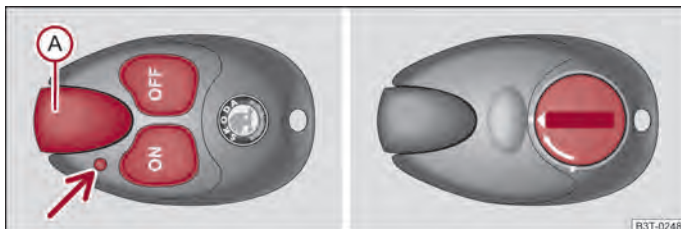

Fig. 97 Încălzirea suplimentară: Telecomanda radio/parte de jos a telecomenzii radio cu capac pentru baterie
Distanța eficientă cu bateriile încărcate, este de până la 600 m. Pentru pornirea sau oprirea încălzirii suplimentare, mențineți telecomanda vertical, cu antena  ⇒ fig. 97 în sus. Antena nu trebuie să fie acoperită cu degetele sau cu palma. Obstacolele dintre telecomandă și autovehicul, condițiile meteorologice proaste și bateria descărcată pot diminua considerabil raza de acțiune.
Lampa de control din telecomandă ⇒ fig. 97 indică, după apăsarea unei taste, dacă semnalul transmis de la telecomandă a fost recepționat de sistemul de încălzire suplimentară și dacă bateria telecomenzii este încărcată suficient.
Când lampa de control a telecomenzii indică o baterie slabă sau descărcată, ⇒ fig. 97, bateria trebuie înlocuită. Bateria este amplasată pe spatele telecomenzii, sub un capac.
- Introduceți un obiect plat, bont, de exemplu o monedă, în spațiul din capacul bateriei, rotiți-l în sens opus săgeții, până la marcaj și desfăceți capacul ⇒ fig. 97 - dreapta.